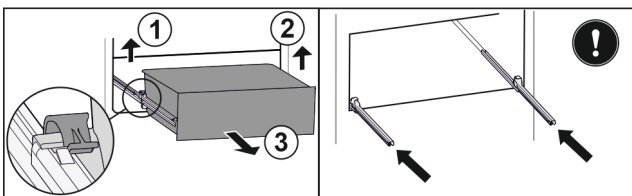

Fig. 142
- Linke Klemme anheben und gleichzeitig Schubfach links nach vorne ziehen. Fig. 142 (1)
- Rechte Klemme anheben und gleichzeitig Schubfach rechts nach vorne ziehen. Fig. 142 (2)
- Schubfach nach vorne entnehmen. Fig. 142 (3)